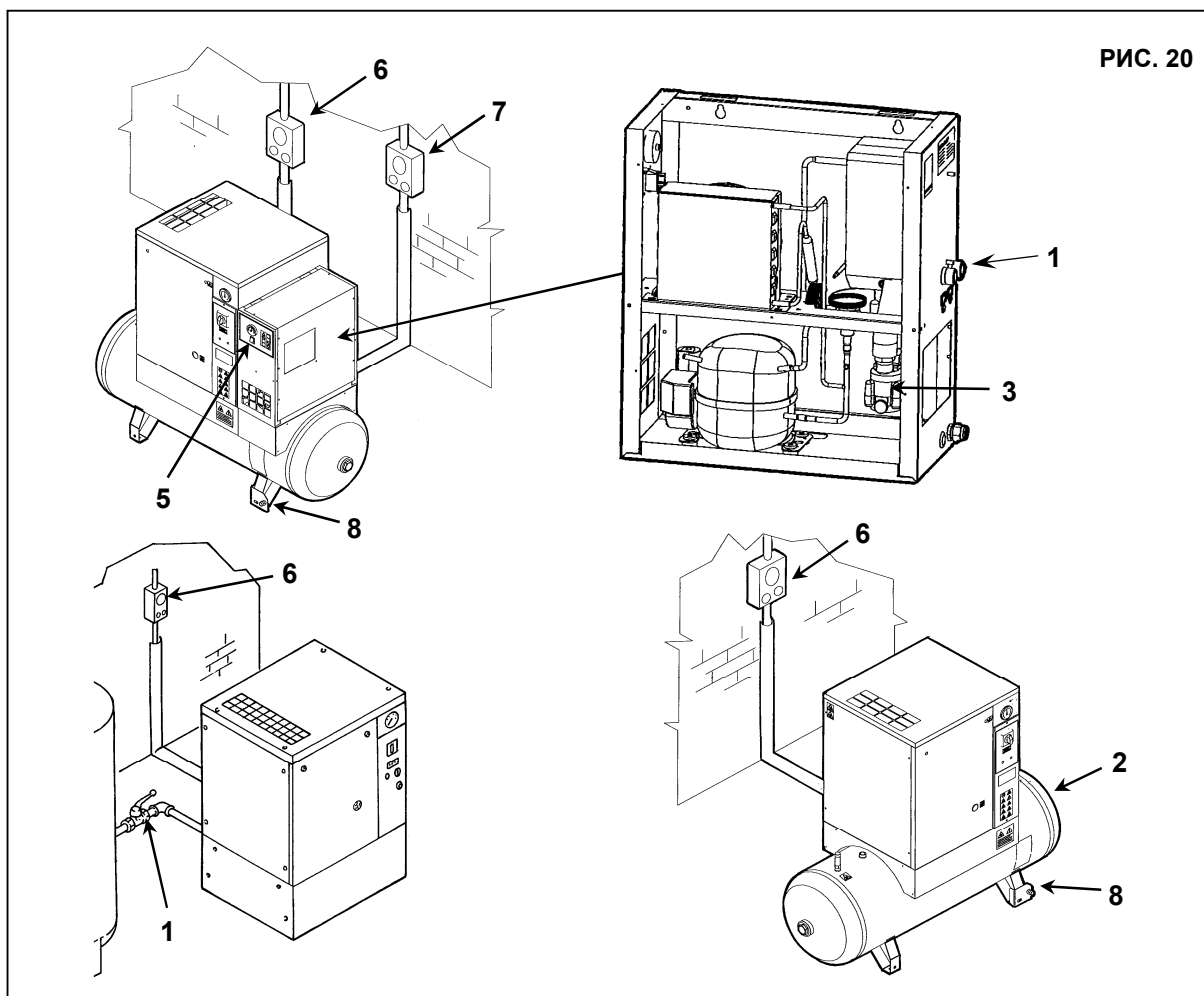

РИС. 20
- Закройте кран, поз. 1 и поз. 2, Рис. 20.
- Нажмите кнопочный выключатель поз. 5, Рис. 20 (при его наличии на осушителе).
- Включите автоматический дифференциальный переключатель питания, поз. 6, (на винтовом компрессоре) и поз. 7, (при его наличии на осушителе) Рис. 20.
- Сбросьте давление в осушителе и резервуаре, открыв клапан выпуска конденсата, поз. 8, Рис. 20.
- Закройте краны, поз. 8, Рис. 20 снова после полного сброса остаточного давления воздуха.